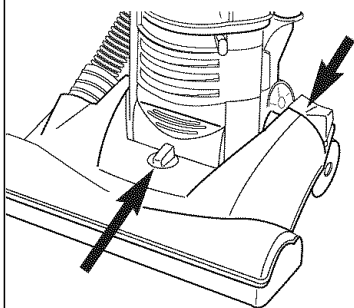
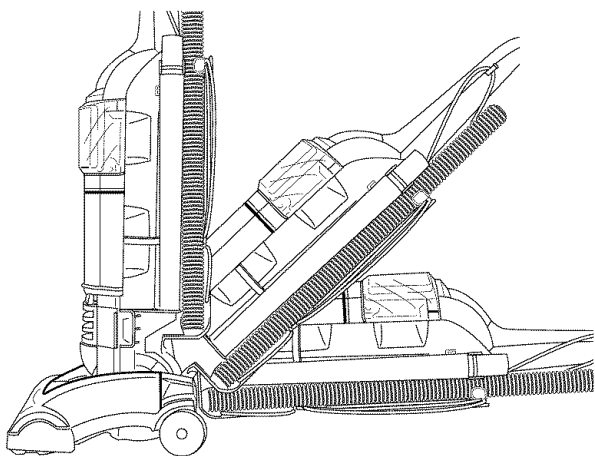

FIG. 8
FIG. 9
**Handle Release** (FIG. 8). Step on handle release to pull handle back to a comfortable operating position. To lower handle completely to the floor (FIG. 9), depress handle release a second time.
**Cleaner Height Setting.** An adjustment that raises or lowers the cleaner base to match the type of floor surface. With the cleaner cord unplugged, set the adjustment to lowest setting for maximum carpet cleaning. **If the cleaner is difficult to push, move adjustment to next highest setting until cleaner is comfortable to push.** The brushroll must reach the carpet for effective cleaning. For ease in moving the adjustment knob, place handle in operating position and tilt cleaner back to remove weight from front wheels (FIG. 8).
**Déclencheur du manche** (FIG. 8). Appuyez avec le pied sur le déclencheur afin de mettre le manche à une position confortable d'opération. Pour abaisser complètement le manche jusqu'au sol (FIG. 9), appuyez sur le déclencheur une deuxième fois.
**Réglage de la hauteur de l'aspirateur.** Une opération qui permet de monter ou d'abaisser l'aspirateur selon le type de moquette. Après avoir débranché l'aspirateur, mettre le bouton de réglage à la position la plus basse pour un nettoyage maximum de la moquette. **Si l'aspirateur est difficile à pousser, choisir une position plus haute, jusqu'à ce que l'aspirateur se déplace facilement.** Il faut que le rouleau-brosse soit en contact avec la moquette pour un nettoyage efficace. Pour bouger facilement le bouton de réglage, mettre le manche en position « Marche » (ON) et incliner l'aspirateur vers l'arrière pour déplacer le poids des roues avant (FIG. 8).
**Palanca para liberar el mango** (FIG. 8). Pise la palanca para liberar el mango a fin de jalar el mango hacia atrás a una posición que le resulte cómoda. Para bajar el mango completamente hasta el suelo (FIG. 9), pise una vez más dicha palanca.
**Regulación de altura de la aspiradora.** Un regulador que levanta o baja la base de la aspiradora para concordar con el tipo de superficie del piso. Teniendo desenchufado el cordón de la aspiradora, coloque el regulador en su posición más baja para obtener una limpieza máxima. **Si resulta difícil empujar la aspiradora, ponga el regulador en la posición siguiente hasta que le resulte cómodo empujar la aspiradora.** El cepillo circular debe tocar la alfombra para lograr una limpieza eficaz. Para facilitar mover la perilla reguladora, coloque el mango en la posición de operación e incline la aspiradora hacia atrás para quitar el peso de las ruedas delanteras (FIG.8).